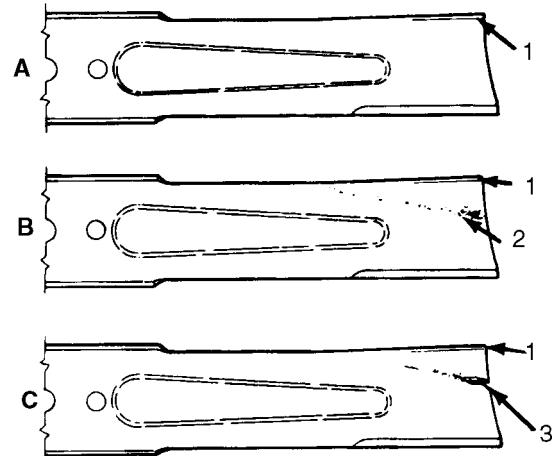

Figure 17
- Examiner attentivement les extrémités tranchantes de la lame, en particulier au point de jonction de la partie plate et de la partie recourbée (Fig. 17-A). Le sable et les matériaux abrasifs peuvent user le métal qui relie ces deux parties de la lame, aussi vérifier l'état de cette dernière avant d'utiliser la machine. Remplacer la lame si elle semble usée (Fig. 17-B) (se reporter à la section "Dépose de la lame de coupe").
Une fente se forme entre le bord relevé et la partie plate si la lame devient usée (Fig. 17-C). La lame peut alors se casser et un morceau être projeté de dessous le carter et blesser l'utilisateur ou les spectateurs.